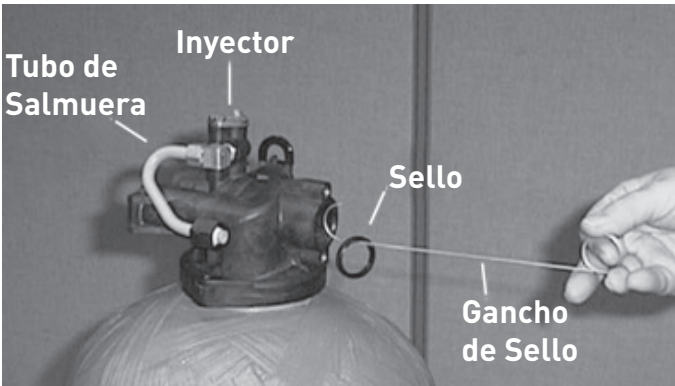

Figura 7
6. Extraiga primero el sello usando el gancho de alambre con anillo (consulte la "Figura 7").